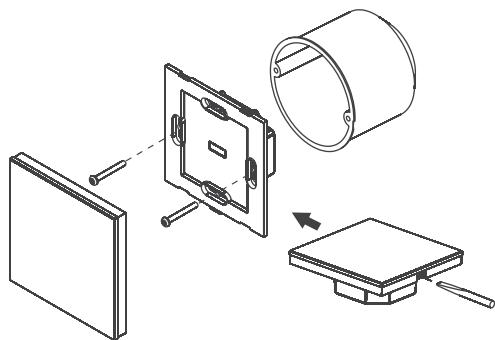

Рисунок 1. Монтаж панели управления.
- 3.2. Аккуратно отделяйте лицевую панель от корпуса при помощи отвертки (Рис.1).